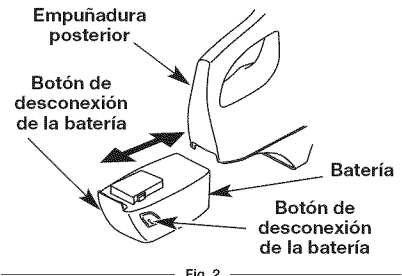

Fig. 2
- Alinee la lengüeta de la batería con la cavidad en la empuñadura (Fig. 2).
- Oprima los dos botones de desconexión de la batería y manténgalos oprimidos (Fig. 2).
- Ajuste la batería en la cavidad de la empuñadura (Fig. 2). Remítase a *Instalación de la batería*.